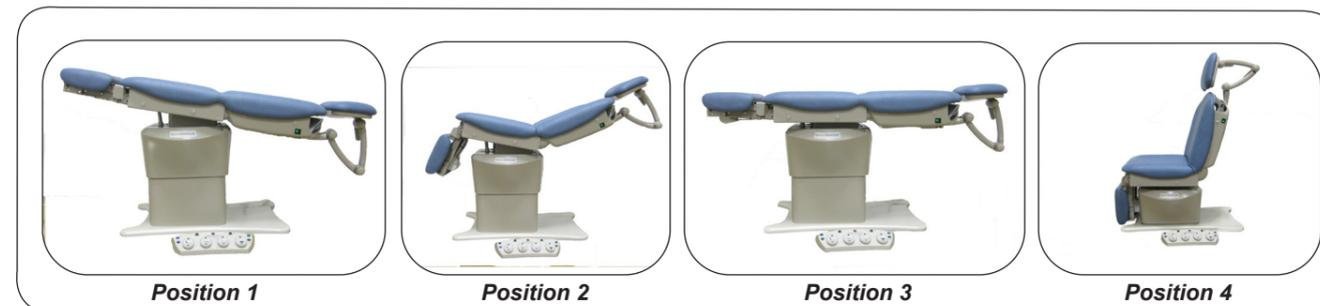

Figure 25
2. La table est déjà programmée en usine avec six positions préréglées. Voir la Figure 25.